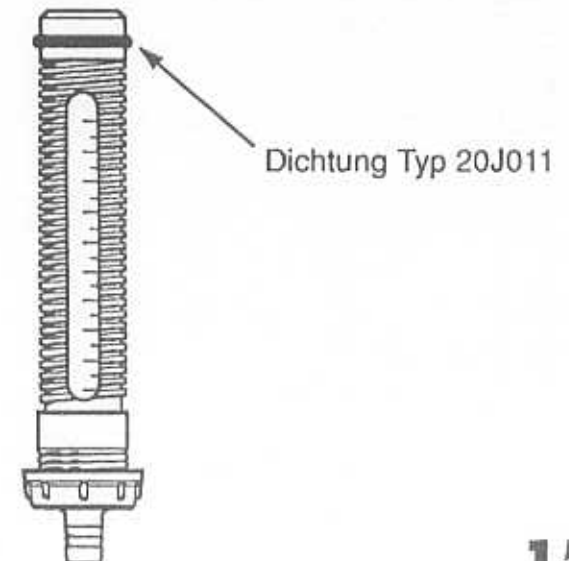

Abb. 12
- P/* Wenn Sie lösliche Mittel in die Lösung geben, so wird empfohlen, den ganzen Dosierteil regelmäßig abzubauen, ihn mit reichlich klarem Wasser zu spülen und nach vorherigem Einfetten der Dichtung Typ 20J011 - Abb. 12 - mit Silikonfett wieder einzubauen.